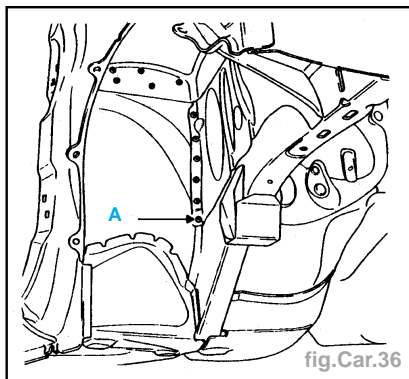

fig.Car.36
- Soudure (fig. Car.36).
**Nota.** En (A), trois épaisseurs.